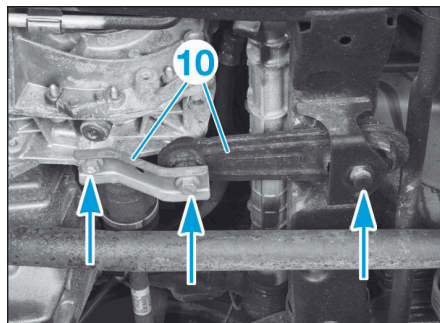

FIG.60
- Déposer l'ensemble biellette anticouple et tirant (10) de la boîte de vitesses et du berceau (Fig.60).